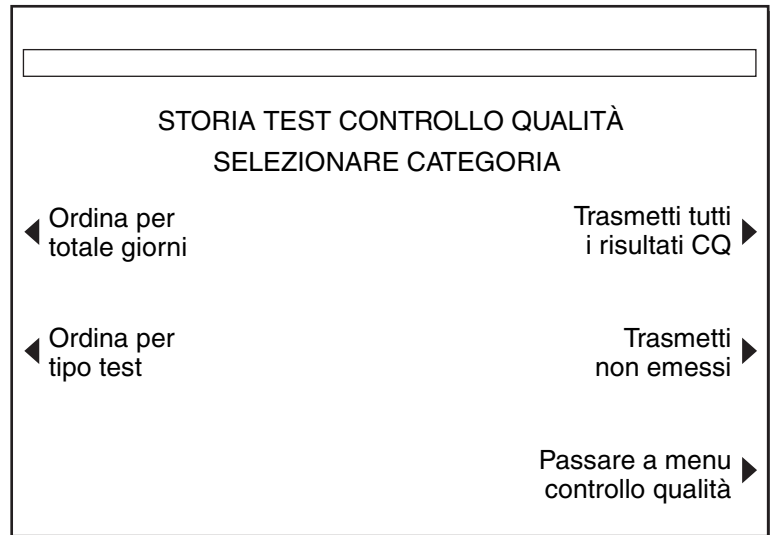

Figura 7-15. Schermata Storia test controllo qualità
1. Dalla schermata MENU CONTROLLO QUALITÀ (CQ) (fare riferimento alla Figura 7-1 a pagina 7-2), premere il tasto funzione **[Risultati CQ]** per visualizzare la schermata MENU STORIA TEST CONTROLLO QUALITÀ (fare riferimento a Figura 7-15).